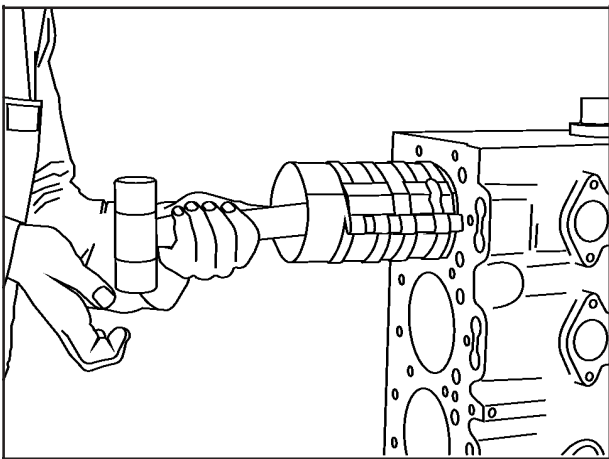

FIG 23
4. Utilize a cinta, ferramenta número 81 30 006 para montar o pistão na camisa. Com uma haste de madeira empurre o pistão para dentro da camisa, **Fig. 23**.